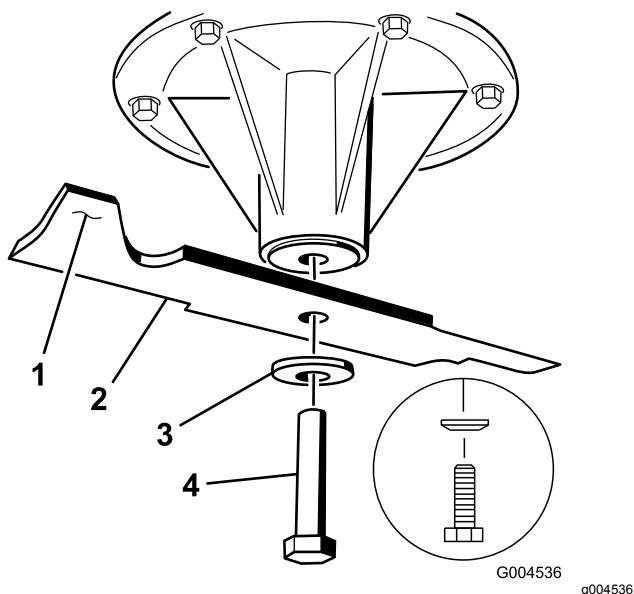

Figura 105
2. Retire a cavilha da lâmina, a anilha curva, e a lâmina do eixo (Figura 105).
3. Se lâmina não estiver equilibrada, lime algum metal da extremidade da aba apenas (Figura 105).